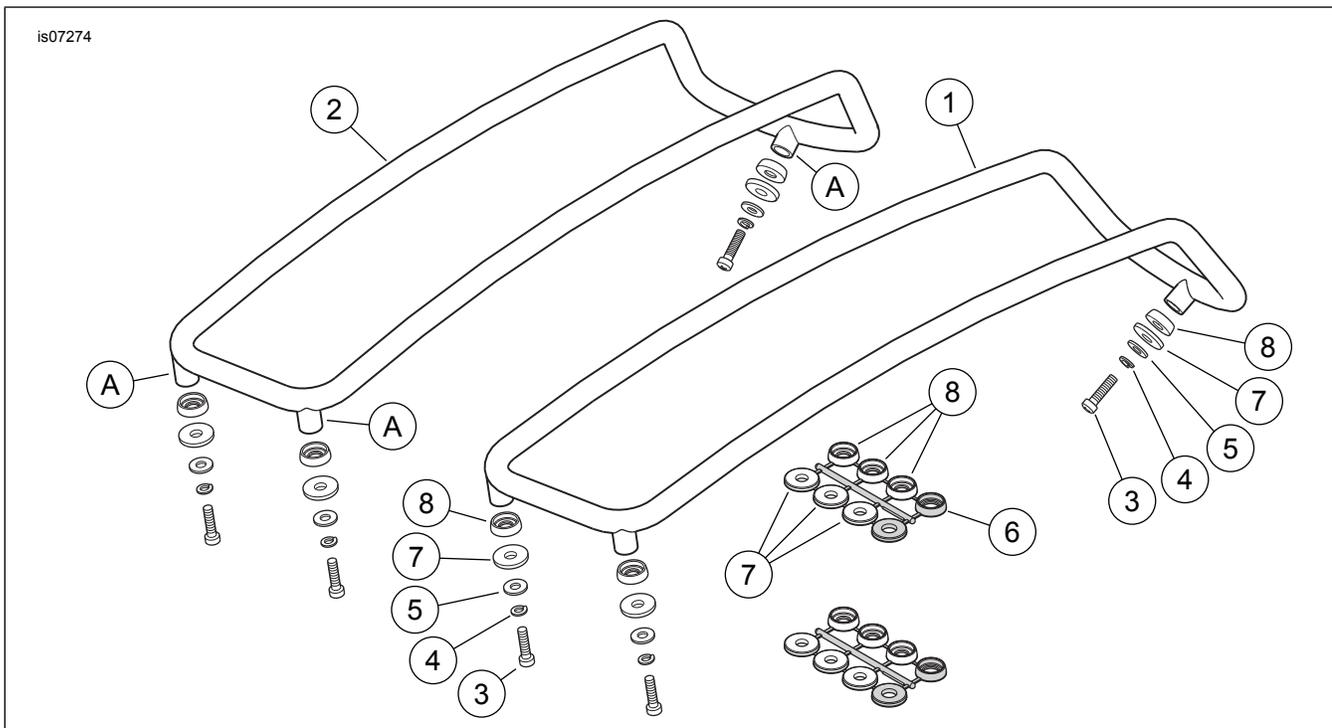

Figura 1. Parti di ricambio, kit di guide del coperchio della borsa Touring
Vedere Figura 1 e Tabella 1.
2. Vedere Figura 1. Collocare la guida di finitura adeguata (1 o 2) nella posizione di montaggio approssimativa sul coperchio della borsa.
3. Collocare un tratto di 51 mm (2 in) di nastro per mascheratura largo sul coperchio della borsa, sotto ciascuna delle tre borchie di montaggio della guida di finitura (A).
4. Staccare i tre cuscinetti di montaggio (8) e le rondelle (7) della **stessa misura** dal set di cuscinetti di montaggio e rondelle (6).